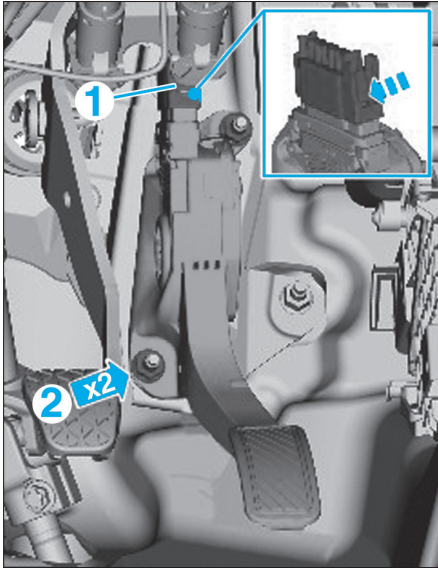

Fig. 31
- Débrancher le connecteur (1) (Fig.31).
- Déposer les vis (2) puis la pédale d'accélérateur.